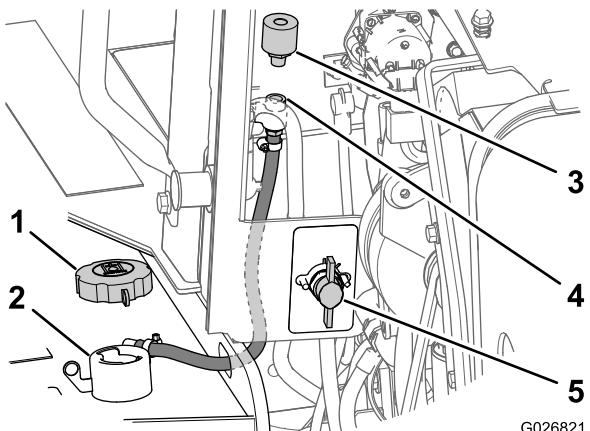

Figura 112
2. Ruotate l'interruttore di scollegamento della batteria in posizione Off (Figura 112).
3. Rimuovete il tappo di riempimento dal collo di riempimento del serbatoio (Figura 112).
4. Sul lato anteriore del pannello del vano motore, rimuovete lo sfiatatoio dal giunto del tubo ruotando lo sfiatatoio in senso antiorario (Figura 112).
5. Montate un nuovo sfiatatoio nel giunto del tubo serrandolo a mano (Figura 112).